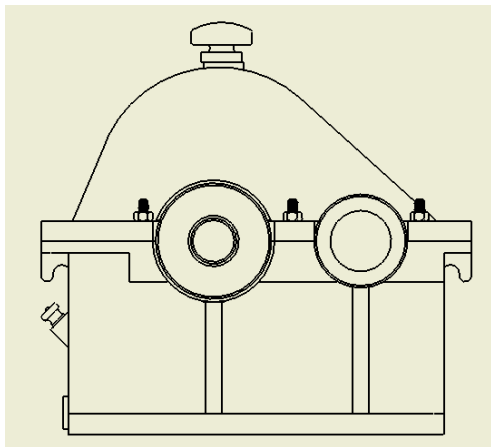

图 12-63 主视图的投影方向
①单击【放置视图】标签栏【创建】面板上的【基础视图】工具按钮，创建部件的主视图，注意为了能够在俯视图的局部剖视图中正确的表现内部零件之间的关系，主视图的投影方向应该垂直于箱体的一侧，如图 12-63 所示。